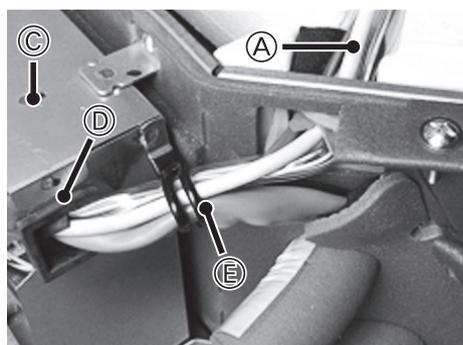

Fig. 4-3
- Das Verbindungskabel durch die KABELDURCHFÜHRUNG des elektrischen Anschlusskastens führen und dann das Kabel an CN90 der Steuerplatine des Innengeräts anschließen. (Fig. 4-3)